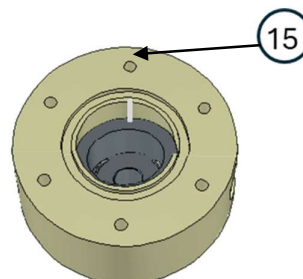

Figura 11
- 3- Togliere la bacchetta guida e al suo posto inserire fino in fondo la spina (15) (Figura 11)